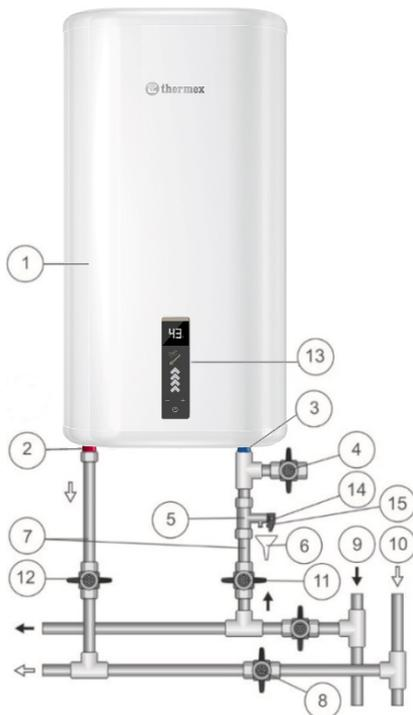

Рисунок 1. Схема подключения ЭВН к водопроводу в вертикальном/горизонтальном положениях
Внутренний бак имеет специальное биостеклофарфоровое покрытие, надежно защищающее внутреннюю поверхность от химической коррозии и, как следствие, длительный срок эксплуатации. Пространство между внешним корпусом и внутренним баком заполнено пенополиуретаном - современной, экологически чистой теплоизоляцией, обладающей наилучшими характеристиками теплосбережения. Модели Olympic имеют два резьбовых патрубка: для входа холодной воды (Рис. 1, п. 3) с синим кольцом и выхода горячей воды (Рис. 1, п. 2) с красным кольцом. На лицевой стороне ЭВН во всех моделях находится электронная панель управления (Рис. 1, п. 16).
Предохранительный клапан (Рис. 1, п. 5) выполняет функции обратного клапана, препятствуя попаданию воды из водонагревателя в водопроводную сеть в случаях падения в последней давления и в случаях возрастания давления в баке при сильном нагреве воды, а также функции защитного клапана, сбрасывая избыточное давление в баке при сильном нагреве воды. Во время работы водонагревателя вода может просачиваться из выпускной трубы предохранительного клапана для сброса излишнего давления, что происходит в целях безопасности водонагревателя. Эта выпускная труба должна оставаться открытой для атмосферы и быть установлена постоянно вниз и в незамерзающей окружающей среде.
Необходимо обеспечить отвод воды из выпускной трубы предохранительного клапана (Рис. 1, п. 14) в канализацию, предусмотрев при монтаже ЭВН соответствующий дренаж (Рис. 1, п. 6).
Необходимо регулярно (не реже одного раза в месяц) проводить слив небольшого количества воды через выпускную трубу предохранительного клапана в канализацию для удаления известковых осадков и для проверки работоспособности клапана. Для открывания клапана он снабжен ручкой (Рис. 1, п. 15). Необходимо следить, чтобы во время работы ЭВН эта ручка находилась в положении, закрывающем слив воды из бака.
- эксплуатировать ЭВН с исправно работающим предохранительным клапаном из комплекта поставки ЭВН (см. Рис. 1. п. 5);
Установить предохранительный клапан (Рис. 1, п. 5) на входе холодной воды (Рис. 1, п. 3), помеченном синим кольцом, закрутив на 3,5 - 4 оборота, обеспечив герметичность соединения любым уплотнительным материалом (льном, лентой ФУМ и др.).
Рисунок 1: 1 – ЭВН, 2 – патрубок горячей воды, 3 – патрубок холодной воды, 4 – сливной вентиль, 5 – предохранительный клапан, 6 – дренаж в канализацию, 7 – подводка, 8 – перекрыть вентиль при эксплуатации ЭВН, 9 – магистраль холодной воды, 10 – магистраль горячей воды, 11 – запорный вентиль холодной воды, 12 – запорный вентиль горячей воды, 13 – панель управления, 14 – выпускная труба предохранительного клапана, 15 – ручка для открывания предохранительного клапана.
После подключения откройте вентиль подачи холодной воды (Рис. 1, п. 11) в ЭВН, кран выхода горячей воды из ЭВН (Рис. 1, п. 12) и кран горячей воды на смесителе, чтобы обеспечить отток воздуха из водонагревателя. При конечном заполнении ЭВН из крана смесителя непрерывной струей потечет холодная вода. Закройте кран горячей воды на смесителе.
Примечание: для облегчения обслуживания ЭВН в процессе эксплуатации рекомендуется установка сливного вентиля (Рис. 1, п. 4) в соответствии с Рис. 1 (для моделей, не оборудованных сливным патрубком (не входит в комплект поставки ЭВН)).
На сенсорной панели управления водонагревателя расположены: кнопка включения/выключения, кнопки регулировки температуры, индикатор нагрева, электронный дисплей (Рис.1).